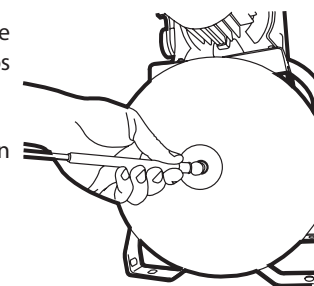

Fig. 1
2. Aunque de fábrica están calibrados todos los equipos, se recomienda verificar la presión del aire dentro del tanque con un calibrador, la cual debe estar a $1,9 \times 10^5$ Pa (18 psi) (2 menos que el rango de trabajo en el arranque), ajusta metiendo o sacando aire dentro del tanque, si es necesario, por la válvula correspondiente (ver fig. 1). Haga siempre esta verificación antes de instalar su Sistema Hidroneumático.